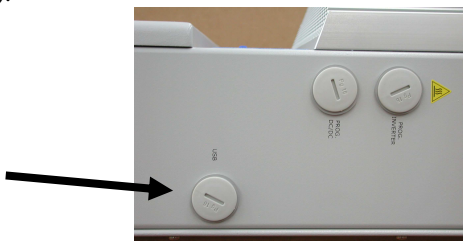

Fig.17 - Presa per collegamento USB
- Trasmissione dati mediante un cavetto USB. Questo tipo di collegamento, si utilizza quando dobbiamo monitorizzare un singolo inverter e generalmente per la manutenzione dell'Aurora. Si realizza questo collegamento rimuovendo il tappo a tenuta stagna posto in basso, nel fianco laterale destro dell'inverter (Fig. 17).